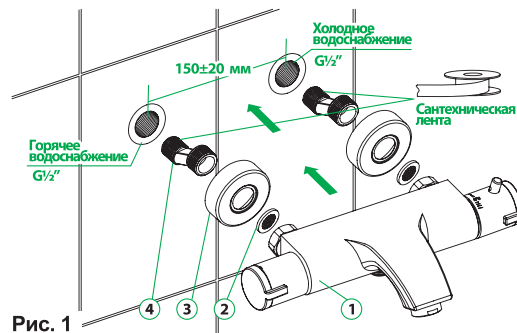

Рис. 1
- Убедитесь, что входные трубы горячей/холодной воды подведены правильно: горячая должна находиться слева, холодная справа (см. рис. 1).
- Отключите систему холодного и горячего водоснабжения. Ввинтите эксцентрические переходники (4) (см. рис. 1) в выходы трубопроводов системы водоснабжения, предварительно уплотнив резьбовую часть изоляционным материалом. Подберите положение эксцентрических переходников, при котором они совпадут и будут соответствовать присоединительному положению смесителя. При этом положение смесителя должно быть горизонтальным.
- Установите на эксцентрические переходники (4) декоративные чашки (отражатели) (3), установите прокладки с фильтром и с помощью инструмента с мягкими накладками (для избежания повреждения гальванопокрытия) присоедините корпус смесителя. Фильтр на прокладке имеет выпуклую форму для увеличения фильтрующей поверхности. При установке прокладка должна быть установлена выпуклой стороной к эксцентрики. **Внимание:** не разбирайте корпус смесителя с термостатом.